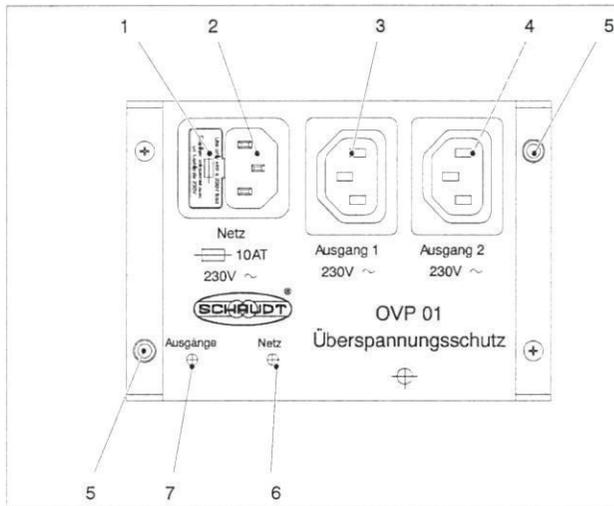

Bild 1 Überspannungsschutz OVP 01 A
- LED "Netz" (Bild 1, Pos. 7):
- LED "Ausgänge" (Bild 1, Pos. 6):